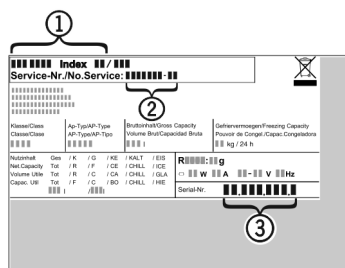

Fig. 37
- ▶ Relever la désignation de l'appareil Fig. 37 (1), le n° de service Fig. 37 (2) et le n° de série Fig. 37 (3) sur la plaquette signalétique. Cette plaquette se trouve sur la paroi intérieure gauche de l'appareil.
- ▶ Informer le S.A.V. et lui communiquer la panne, la désignation de l'appareil Fig. 37 (1), le n° de service Fig. 37 (2) et le n° de série Fig. 37 (3).